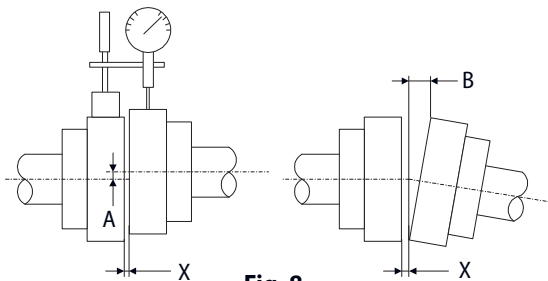

Fig. 8
(1) Acoplamento
- É necessário que as dimensões (A, B e X) ilustradas na Fig. 8 estejam dentro da tolerância indicada na Tabela 13.
- Para ajuste de montagem, recomenda-se tolerância de aperto ou ponta de eixo com rosca (Fig. 8).